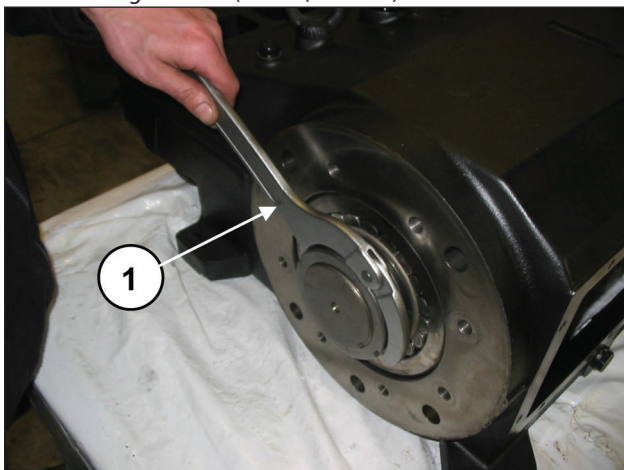
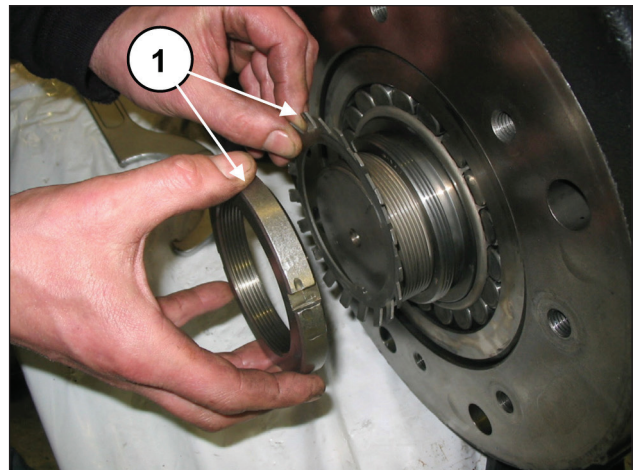

Abb. 18
Abb. 19
Lösen Sie mit einem geeigneten Schlüssel die Nutmutter (Pos. ①, Abb. 18) und entnehmen Sie dann die Nutmutter und die Sicherungsscheibe (Pos. ①, Abb. 19).